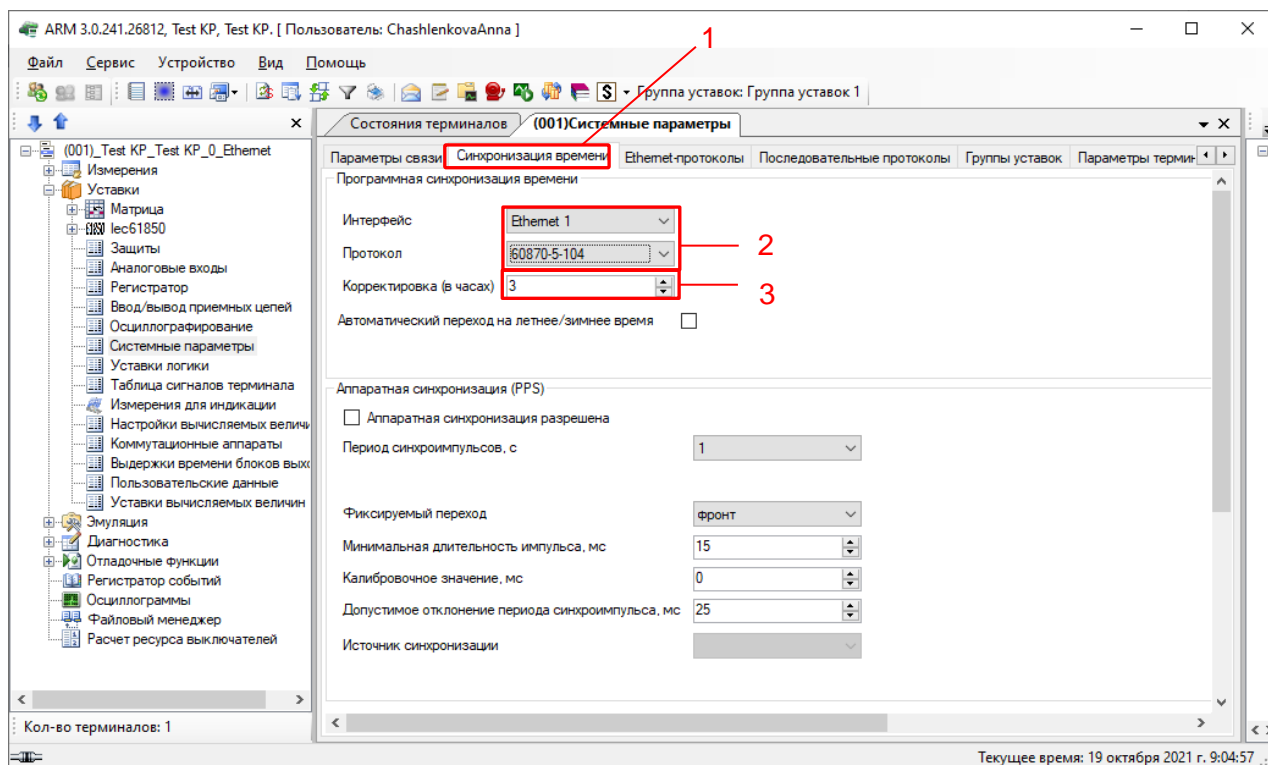

Рисунок 6 – Настройка синхронизации времени по протоколу МЭК 60870-5-104
2.5.3 На вкладке **Синхронизация времени** (см. рисунок 6, поз. 1) в выпадающем списке **Интерфейс** выбрать интерфейс, на который назначен протокол МЭК 60870-5-104: **60870-5-104** (см. рисунок 6, поз. 2).
2.5.4 Если необходимо задать значение корректировки внутренних часов терминала относительно временной метки, передаваемой по протоколу МЭК 60870-5-104 (см. рисунок 6, поз. 3) выставить требуемую разницу в соответствии с проектом. Значение по умолчанию «0».